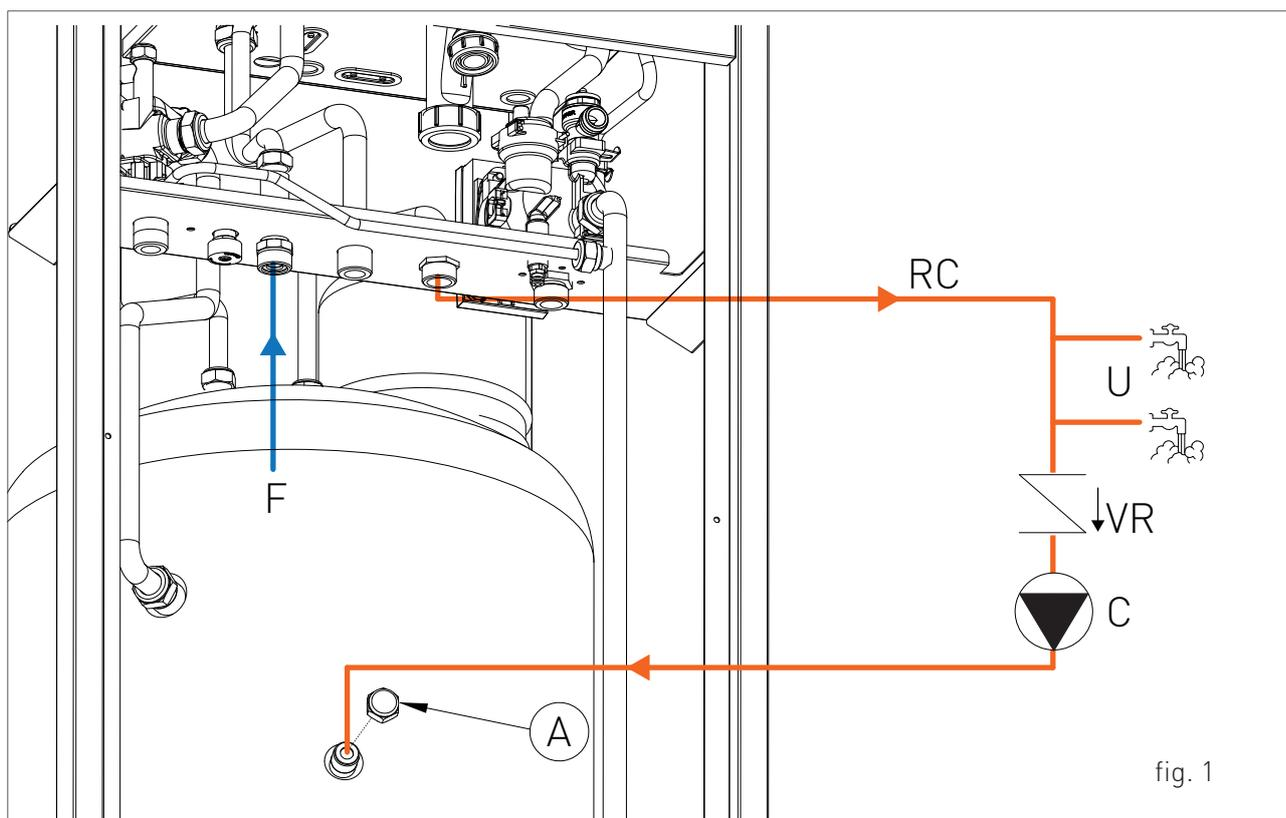

fig. 1
- > svitare il tappo da 1/2" situato nella parte posteriore del boiler (A- fig.1);